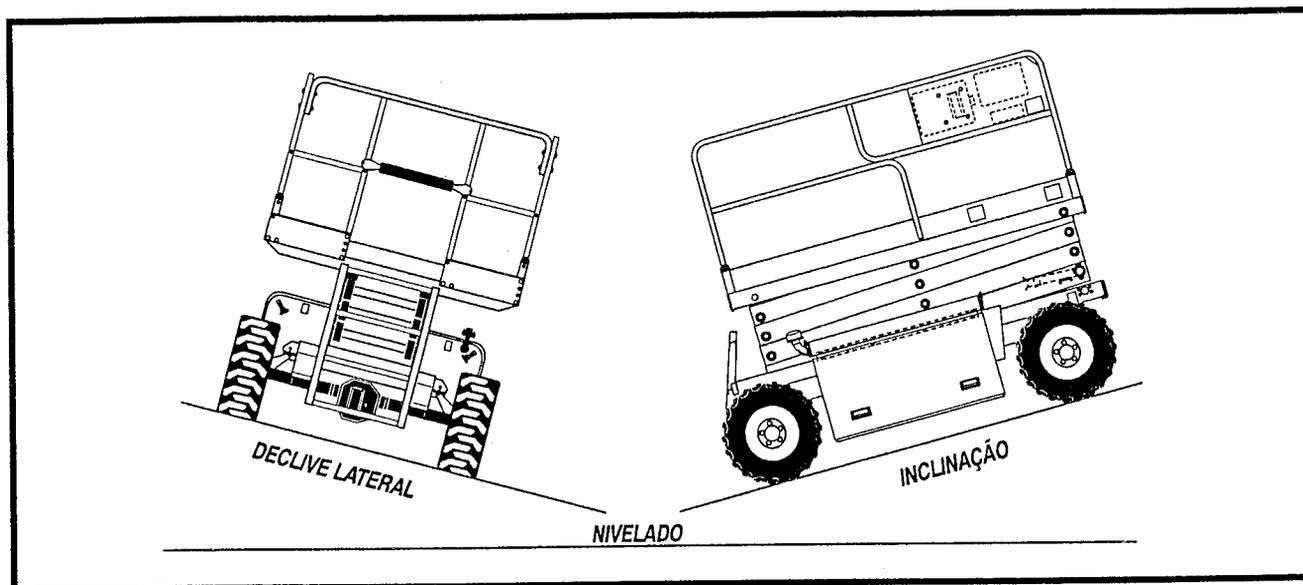

Figura 4-1. Inclinação e Declive Lateral.
**4-6. CONDUZINDO (Dirigindo)***(veja Figura 4-1)***⚠ AVISO**